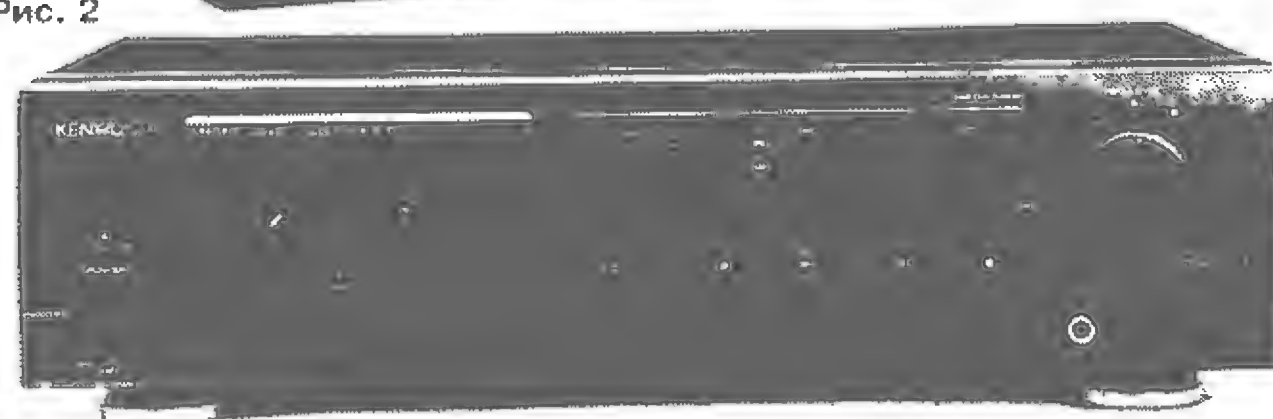

Рис. 3
**"Kenwood KX-5050"** (рис. 3) — прежде всего, в глаза бросаются приятный дизайн и элементы управления достаточно больших размеров. Магнитофон автоматически различает тип ленты (МЭК I, МЭК II, МЭК IV), имеет шумоподавление Dolby-B, C, динамическое подмагничивание HX-Pro, синхронизацию с проигрывателями КД, автоматический поиск фонограмм по их началу и в выбранной последовательности. При использовании высококачественной компакт-кассеты типа МЭК II ("TDK SA90") влияние систем шумоподавления и динамического подмагничивания на слух было очень заметным. Модель является солидным изделием в своей категории цен.